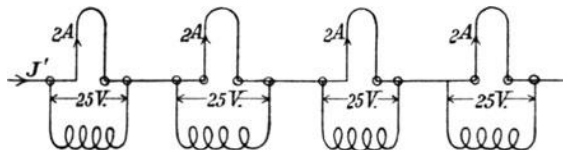

Fig. 124.
268. Eine große Anzahl Glühlampen von 25 [20] (10) V Spannung und 2 [2,5] (3) A Stromverbrauch sind hintereinander geschaltet (Fig. 124). Parallel zu jeder Lampe liegt eine Drossel-